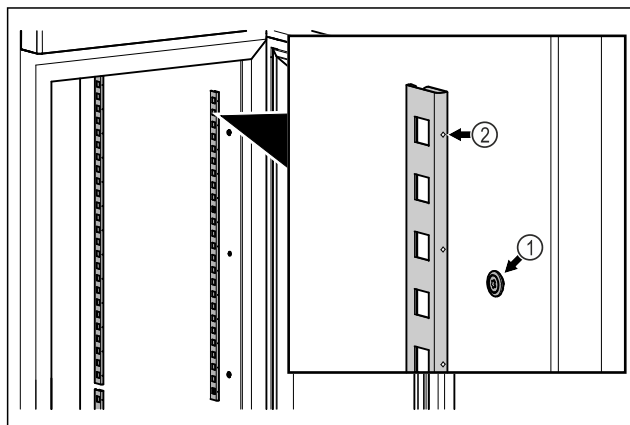

Fig. 15 Példaként szolgáló ábrázolás
- ▶ Akassza be a rögzítőléceket a felfüggesztésbe Fig. 15 (1). A jelölésnek Fig. 15 (2) előrefelé kell néznie.